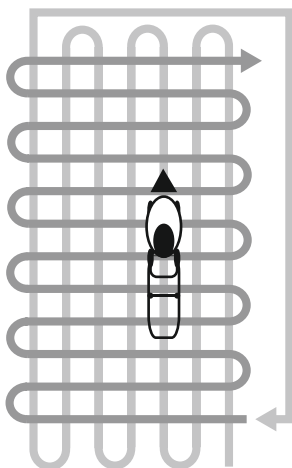

Рис. 16 Схема скашивания высокой и/или загущенной травы
5. При работе в тяжелых условиях (п. 3,4) рекомендуется проводить скашивание в несколько приёмов каждый раз уменьшая высоту скашивания. На Рис. 16 представлена схема движения газонокосилки при скашивании высокой и/или загущенной травы.